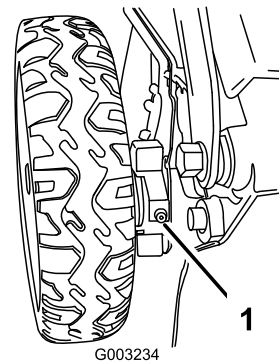

Figura 41
- Limpie con un trapo limpio los puntos de engrase situados justo dentro de las ruedas traseras (Figura 41).